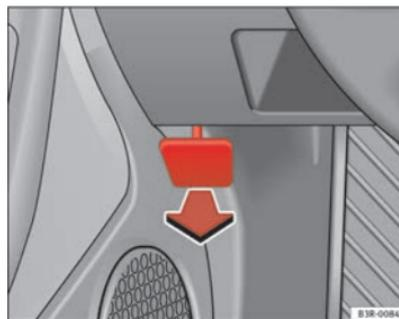

Fig. 164 Pormenor da zona dos pés do lado do condutor: manípulo para a destrancagem do capot do motor.
- Puxar o manípulo existente por baixo do painel de instrumentos ⇒ **fig. 164** no sentido da seta.